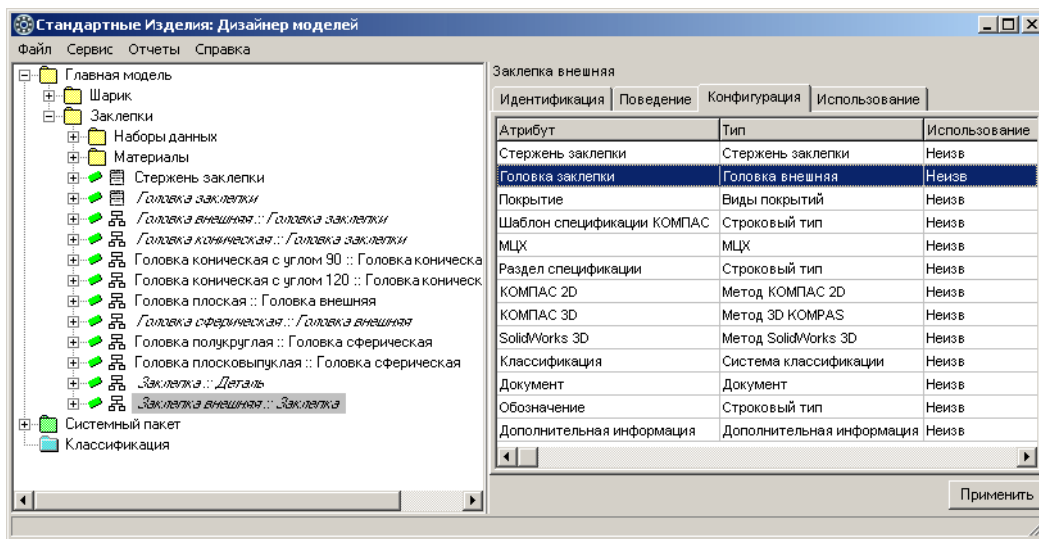

Рис. 4.121.
9. Нажмите кнопку **Применить**. Окно переопределения параметра закроется. На вкладке **Конфигурация** будет показан уточненный тип атрибута *Головка заклепки* (рис. 4.121).